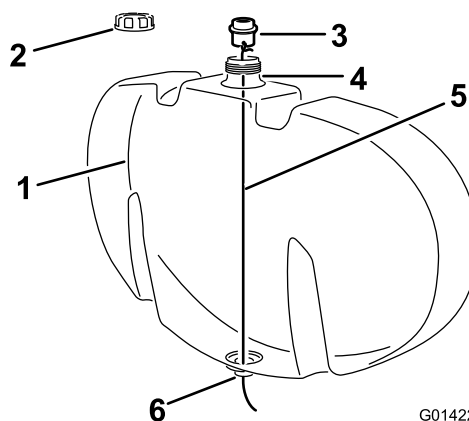

Bild 2
- B. Befestigen Sie einen Draht, der länger als die Höhe des Behälters ist, an einem der Befestigungsgabellöcher im Schott (Bild 2).
- C. Entfernen Sie die Deckel des Einfüllstutzens am Spülbehälter (Bild 2).
D. Führen Sie den Draht durch die Öffnung im Behälterfüllloch und verlegen ihn durch das offene Loch unten am Behälter (Bild 2).